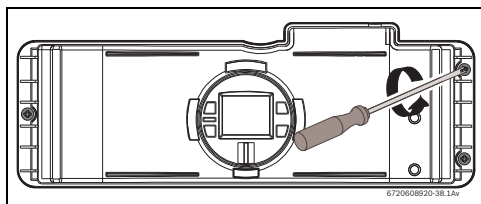
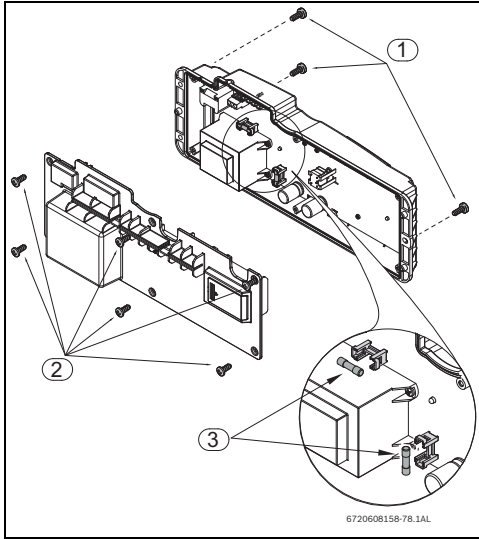

Fig. 44
Fig. 45 Ubicación de los fusibles
- Aflojar tres tornillos en la parte delantera de la caja electrónica (Fig. 44 y Fig. 45 , pos.1).
- Sacar la caja electrónica para acceder a los seis tornillos situados en la parte posterior y retirarlos (Fig. 45 , pos. 2).
- Después de verificar los fusibles (Fig. 45 , pos.3) proceder al montaje de todas las piezas en el orden inverso.